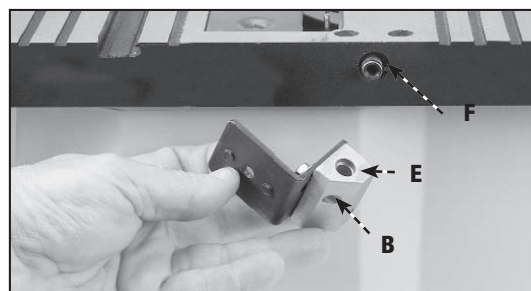

Fig. 11
4. Posicione a extremidade com furo (E) Fig. 11 do suporte do separador (B) na extremidade da rosca (F), e aperte usando o conjunto descrito na PONTO 3.